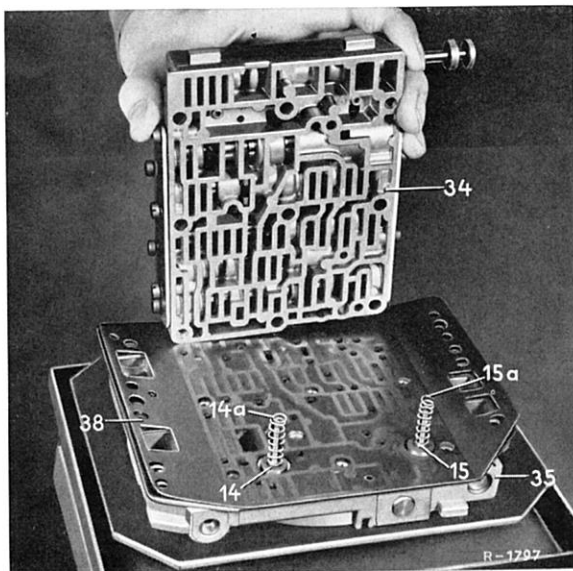

Bild 27-18/4
Anm.: Beim Abnehmen des Zwischenblechs (37) (Bild 27-18/6) von der Ölverteilerplatte (35) auf das Schmierdruckventil (29), die Feder (29a) und auf die beiden Rückschlagventile Primärpumpe (14) und Sekundärpumpe (15) samt Federn (14a und 15a) achten. Letztere sitzen ebenfalls lose in ihren Führungen im Schaltchiebergehäuse-Unterteil (34) (Bild 27-18/4).